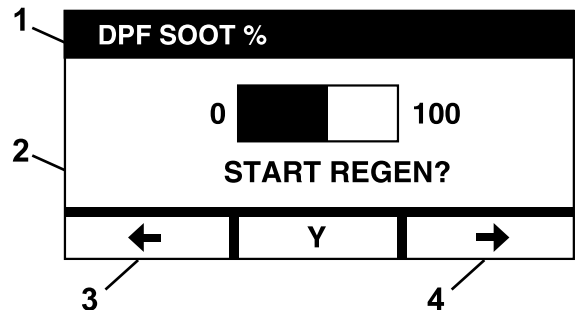

Figure 15
- E. Sélectionnez Y (oui) sur l'écran Start Regen (démarrer régén.) pour confirmer le processus de régénération (Figure 15).